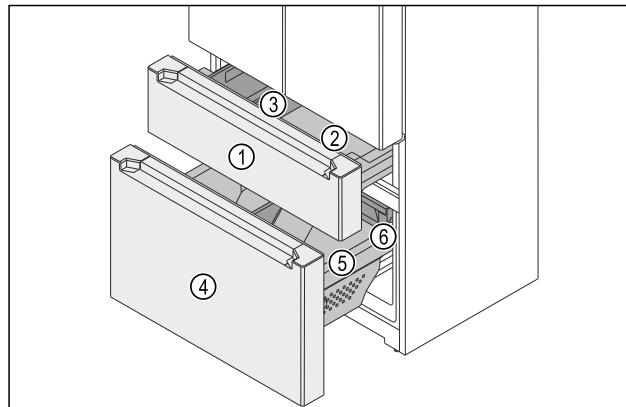

Fig. 148 Изтегляща се ракла на фризерна част
Фризерната част се състои от две изтеглящи се ракли. В горната изтегляща се ракла Fig. 148 (1) има един съд Fig. 148 (2) и една FlexBox Fig. 148 (3). В долната изтегляща се ракла Fig. 148 (4) има един голям съд Fig. 148 (5) и едно чекмедже Fig. 148 (6). Можете да изваждате съдовете в горната и долната изтегляща се ракла за почистване.